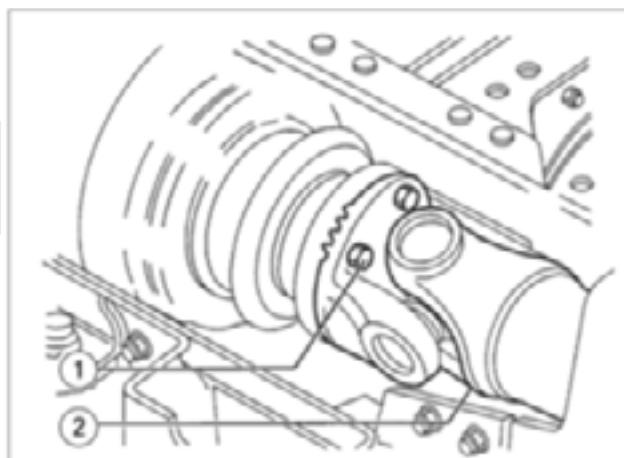

Fig. 4.1
1. Solte as porcas (1) que prendem o cardan ao flange do pinhão no diferencial.
2. Desconecte o cardan (2) e prenda-o ao chassi. (Fig. 4.1)